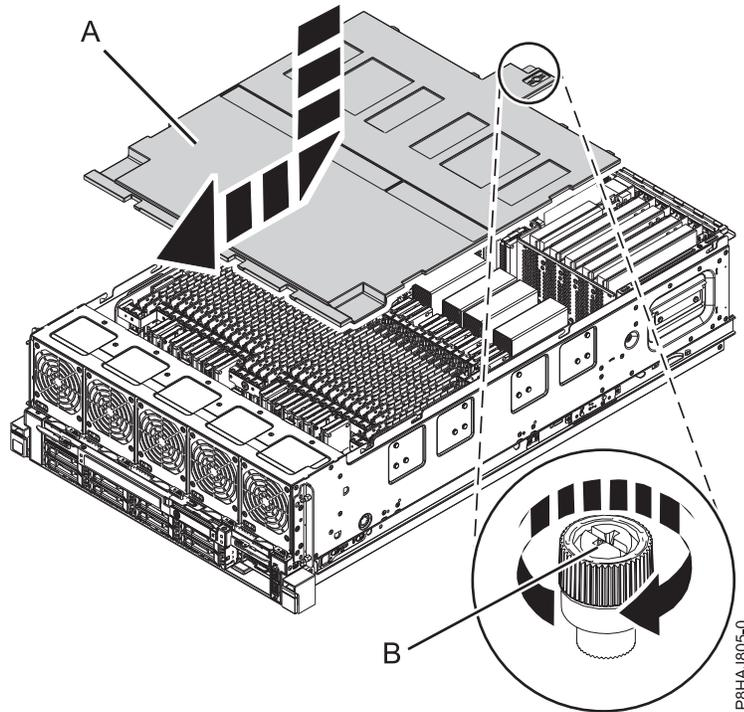

Figura 41. Sustitución de la cubierta de seguridad
2. Presione la cubierta de seguridad (A) hacia el chasis.
3. Apriete el tornillo de mano (B) girándolo en la dirección que se muestra en Figura 41 en la página 83 para fijar la cubierta de seguridad en el chasis.